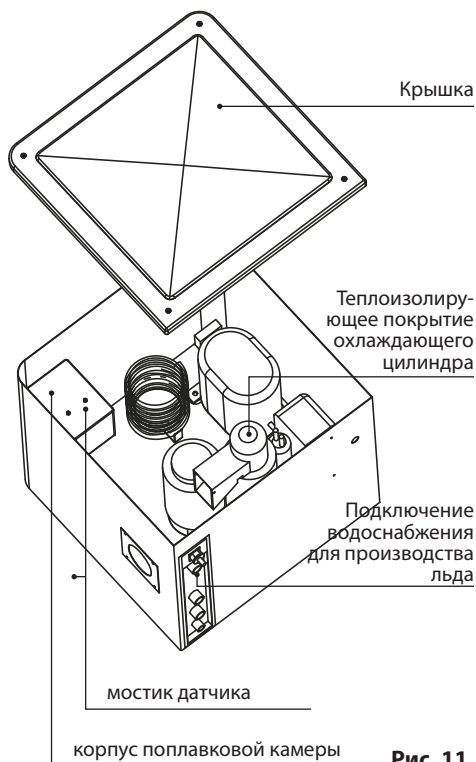

Рис. 11
- Снять крышку поплавковой камеры системы подачи свежей воды. Снять клейкую ленту с корпуса поплавка (если еще такая осталась) и открыть крышку бака (рис. 11).
4. Удалите липкую полоску с корпуса поплавковой камеры и снимите её крышку (рис. 11).